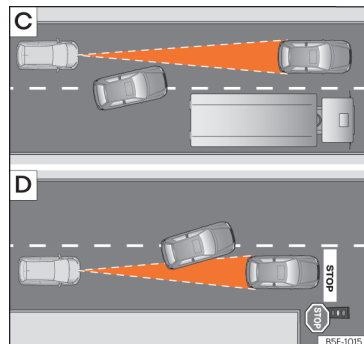

Abb. 120 [C] Fahrspurwechsel eines anderen Fahrzeugs. [D] Abbiegendes und weiteres stehendes Fahrzeug.
- Fahrzeuge, die in geringem Abstand auf die eigene Fahrspur wechseln »» (Abb. 120) [C].
ACC reagiert nicht auf stehende Fahrzeuge. Wenn z. B. ein von der ACC erfasstes Fahrzeug abbiegt oder ausschert und sich vor diesem Fahrzeug ein stehendes Fahrzeug befindet, reagiert ACC nicht auf das stehende Fahrzeug »» (Abb. 120) [D].